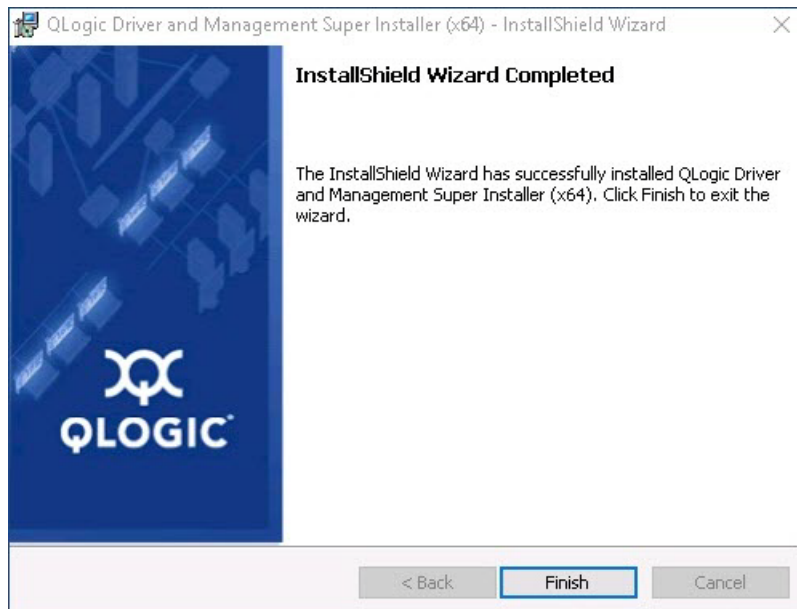

Figure 3-7. Assistant InstallShield : Fenêtre Terminé
8. Une fois l'installation terminée, la fenêtre Assistant InstallShield terminé apparaît (Figure 3-7). Cliquez sur **Finish** (Terminer) pour fermer le programme d'installation.